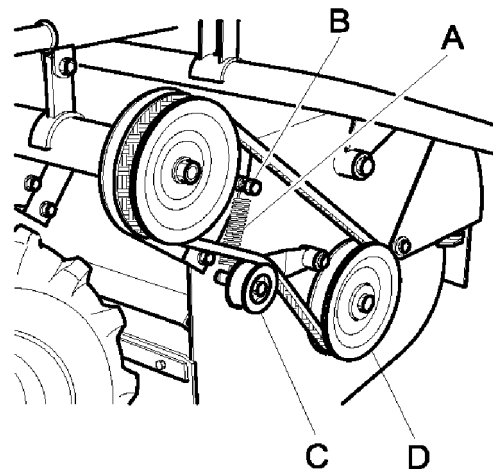

Figure 10
- Séparer le ressort (Fig. 10, Réf. A) de la vis de fixation supérieure (Fig. 10 Réf.B), de façon que le tendeur (Fig. 10, Réf. C) soit libre et s'abaisse automatiquement.
- Enlever la courroie en faisant tourner manuellement la poulie inférieure (Réf. D, Fig. 10) dans le sens contraire des aiguilles d'une montre.